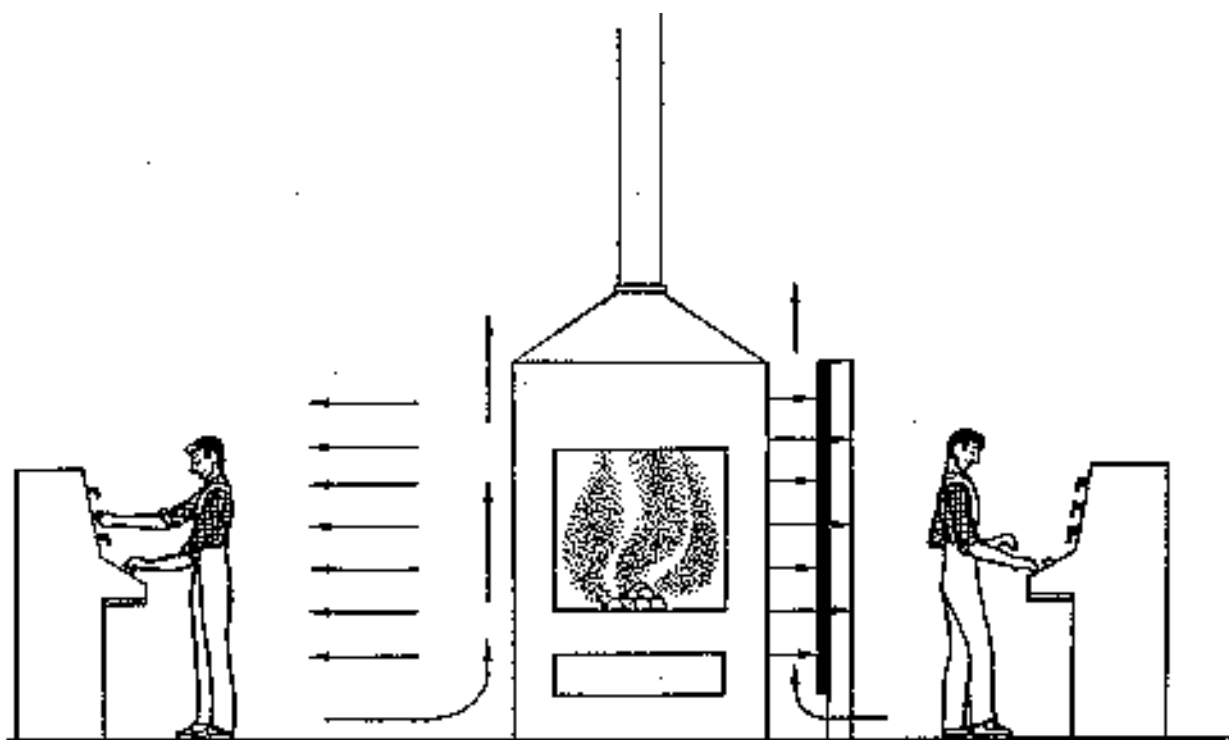

Рис. 134 Используйте поглощающий щит, чтобы препятствовать тепловому излучению.
- поглощающие щиты, которые можно охлаждать воздухом или водой, чтобы они не превратились в источники тепла (рис. 134).